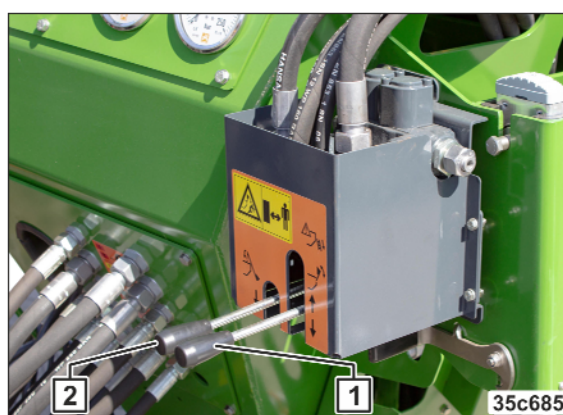

Fig. 245
2. Acționați unitatea de comandă (Fig. 245/1).
17. Acționați unitatea de comandă (vezi Fig. 245/1) și rabatați melcul de umplere în poziția de transport.